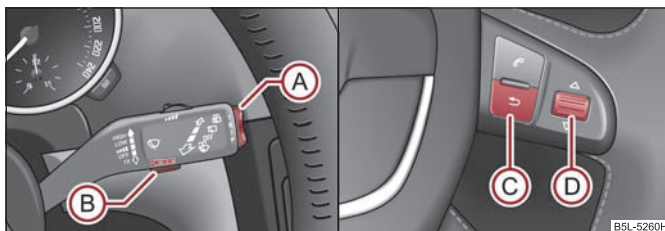

Fig. 23 Pantalla informativa: Elementos de mando en la palanca del limpiaparabrisas / elementos de mando en el volante multifunción
- **MAIN MENU (MENÚ PRINCIPAL)** se activa pulsando la tecla basculante (A) ⇒ fig. 23 durante más de 1 segundo.
- Mediante la tecla basculante (A) se puede elegir entre los diferentes puntos de menú. Después de pulsar brevemente la tecla (B) se indicará la información seleccionada.
- **MAIN MENU (MENÚ PRINCIPAL)** se activa pulsando la tecla (C) ⇒ fig. 23.
- Girando la rueda moleteada (D) también podrá cambiar los menús. Después de pulsar brevemente la rueda moleteada (D) se indicará el menú seleccionado.
- A través de una breve pulsación de la tecla (C) pasará a un plano superior, pulsando por más de 1 segundo la tecla (C) pasará al **MAIN MENU (MENÚ PRINCIPAL)**.